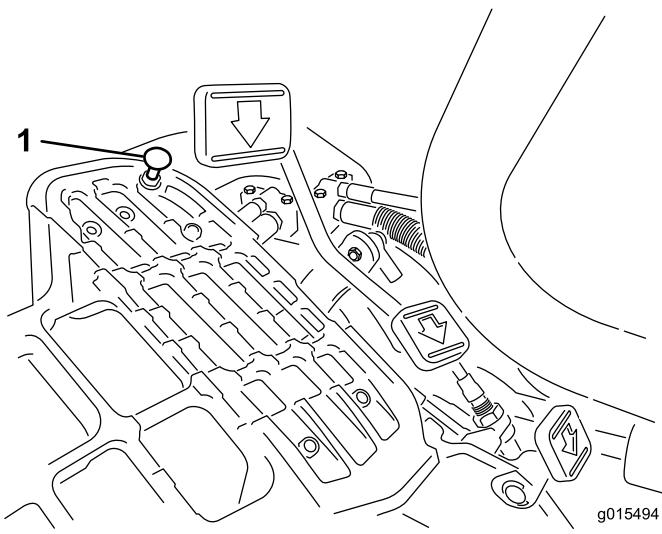

図48
走行ペダルを踏み込んでみてください。ケーブルに張力が掛かる前にペダルがストップ（図48）に当たる場合には調整が必要です。
- ペダルストップをフロアプレートに固定しているフランジヘッドロックナットをゆるめる（図48）。